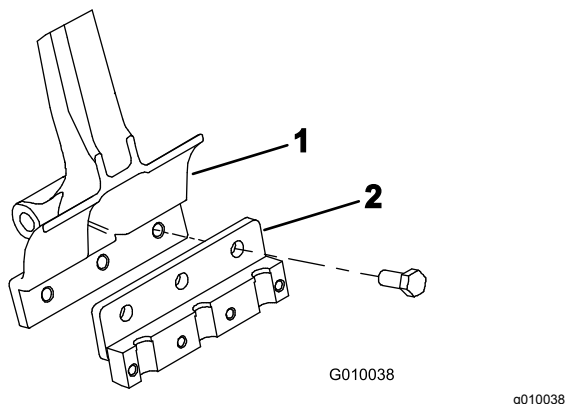

Figura 23
- Monte un portataladros en cada brazo de taladros con 3 pernos de $\frac{1}{2} \times 1\frac{1}{4}$ pulgada (Figura 23). Apriete los pernos a 101,6 N·m.